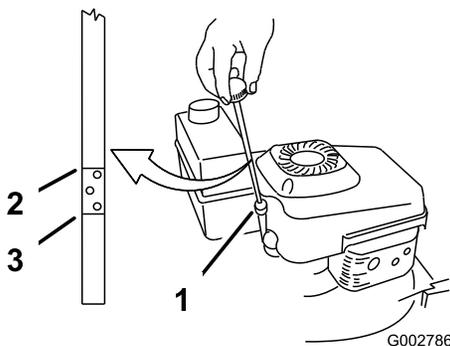

Bild 10
Stellen Sie vor jedem Einsatz sicher, dass der Ölstand zwischen den Marken Add (Nachfüllen)“ und Full (Voll)“ am Peilstab steht (Bild 10).
2. Reinigen Sie den Bereich um den Peilstab (Bild 10).
6. Nehmen Sie den Peilstab heraus und lesen Sie den Ölstand ab (Bild 10).